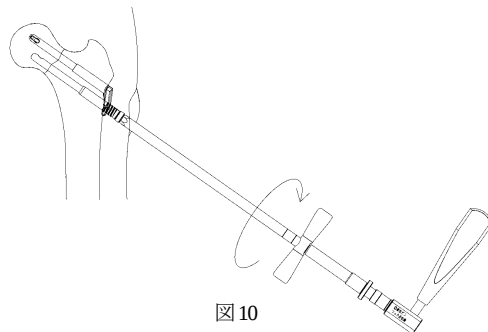

図10
- 3) フック突出向きを近位に向け、インプラントを押しながら挿入していきます。バレルのスレッド部が骨面に達したら、ハンドルをしっかりと把持しながらバレルTレンチIIを右に回しねじ込みます。(図10)